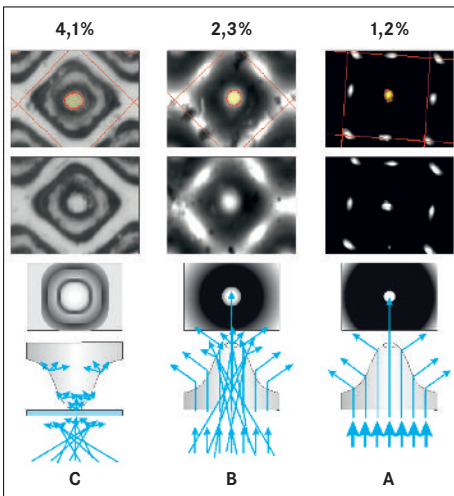

Abbildung 6.3.4 Qualität der Abbildung des Punktplateaus [Quelle: Peret/FAG]
Punktdurchmesser mit Fadenzähler und Lupe gemessen. Dieses Verfahren ist ungenau, nicht sicher wiederholbar und heute nicht mehr anzuwenden. Die dabei entstehenden Messfehler können 3% und mehr ausmachen. Abbildung 6.3.4 zeigt drei Verfahren mit unterschiedlicher Transmissionsbeleuchtung. Die Betrachtung auf einem Leuchttisch mit druckender Seite nach unten (C) zeigt dabei den größten Punkt. Die beiden dunklen Ringe stellen aber nicht den Punkttrand dar, sondern jenen Bereich der Schulter bzw. des Sockels, bei dem sich die Steigung der Flanken am stärksten ändert. Die Messung ist also ungenau und sagt über die tatsächliche Plateaugröße nichts aus. Das Beispiel rechts (A) zeigt die optische Anordnung, die im Flex³Pro eingesetzt wird. Diese Anordnung führt zur genauesten Abgrenzung zwischen Plateau und Schulterbereich und deshalb zu den genauesten und wiederholbaren Messwerten. Die Abbildung in der Mitte (B) zeigt eine Messtechnik minderer Qualität.